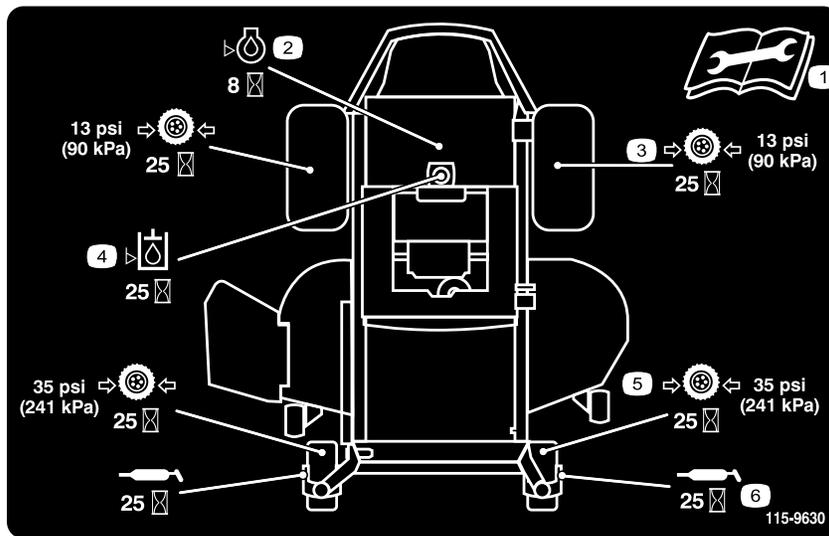

Figura 33
4. Conecte una pistola de engrasar a cada punto de engrase (Figura 34 y Figura 33). Bombee grasa hasta que empiece a rezumar grasa de los cojinetes.